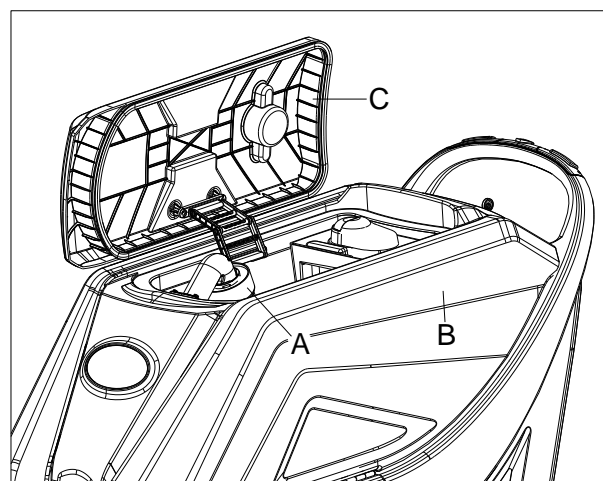
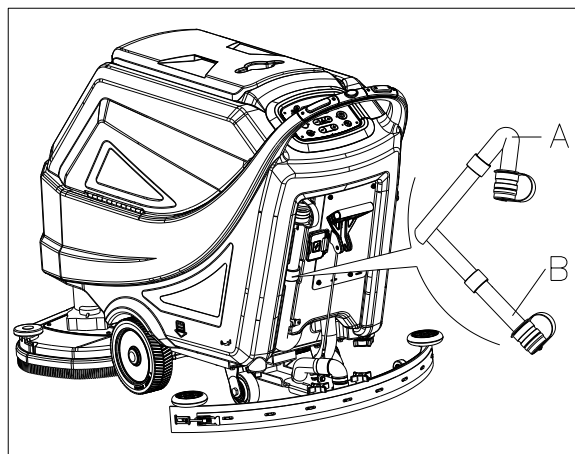

Figura 16
Figura 17
Um sistema de desligar automático (A, Figura 16) para o sistema de aspiração quando o tanque de água de recuperação (B) está cheio. A desativação do sistema de aspiração é assinalada por um aumento súbito na frequência de ruído do motor do sistema de aspiração e o chão não é seco.
Se o sistema de aspiração for desligado acidentalmente (por exemplo, quando a bóia é activa devido a um movimento súbito da máquina), para continuar a operação: desligue o sistema de aspiração pressionando o interruptor (50, Figura 3), abra o revestimento (C, Figura 16) e verifique se a bóia dentro da grelha (A) desceu para o nível da água. De seguida, feche o revestimento (C) e ligue o sistema de aspiração pressionando o interruptor (50, Figura 3).
Quando o tanque água de recuperação (B, Figura 16) estiver cheio, esvazie-o de acordo com os seguintes passos.
5. Esvaziar o reservatório da água de recuperação com a mangueira (A, Figura 17). De seguida, limpe o tanque (B, Figura 16) com água limpa.
Ao drenar a água residual, o tubo de aspiração para resíduos deve ser dobrado (A, Figura 17) e abaixado para uma posição mais baixa (B, Figura 17) e, em seguida, abrir a tampa do tubo de aspiração para que os resíduos drenem a água. Não direcione para cima o tubo de aspiração para lixo. Assim evita que a água suja seja entornada em cima do operador.